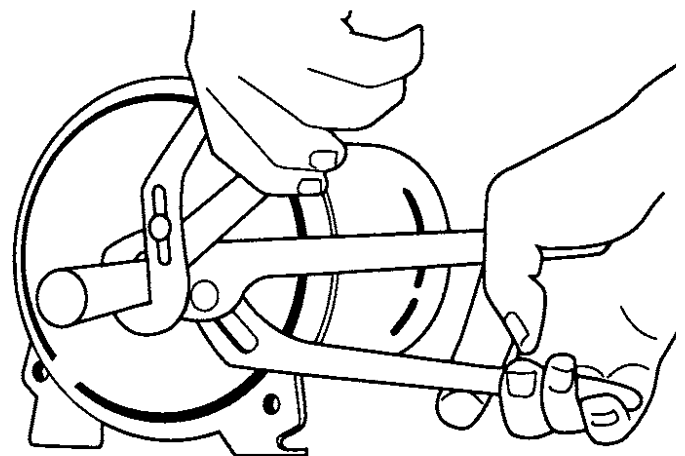

Figure 16 – Dépose de la roue
4. Déposer l'impulseur en immobilisant l'arbre de la pompe avec un tournevis placé dans l'extrémité fendue de l'arbre du moteur, puis tourner l'impulseur dans le sens contraire des aiguilles d'une montre (figure 16).
3. Déposer les 3 vis d'assemblage retenant le diffuseur sur la plaque d'étanchéité, puis déposer le diffuseur. Pour remplacer un diffuseur, utiliser trois cales de 0,010 po d'épaisseur équidistantes entre l'œillard de l'impulseur et l'ouverture du diffuseur afin de centrer le diffuseur et empêcher l'impulseur de frotter (Figure 16).